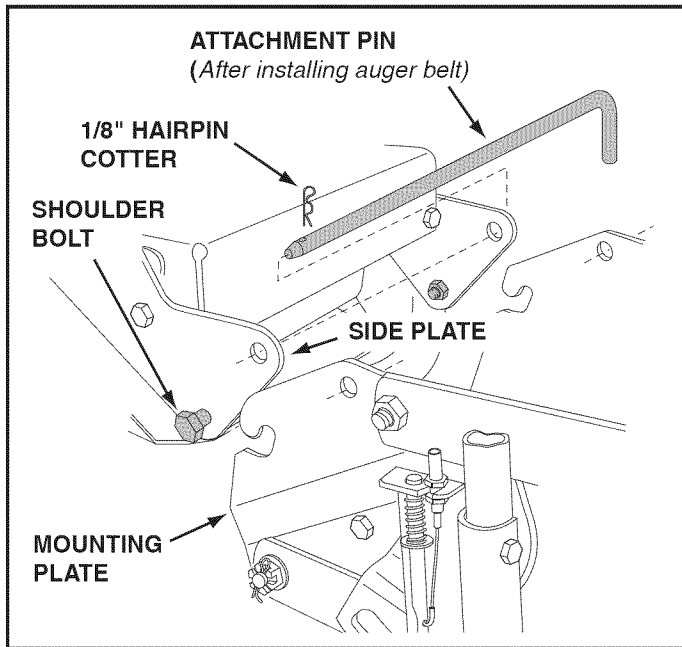

FIGURE 54
STEP 55: (SEE FIGURE 54)
STEP 58: (REFER BACK TO FIGURE 54 ON PAGE 24)